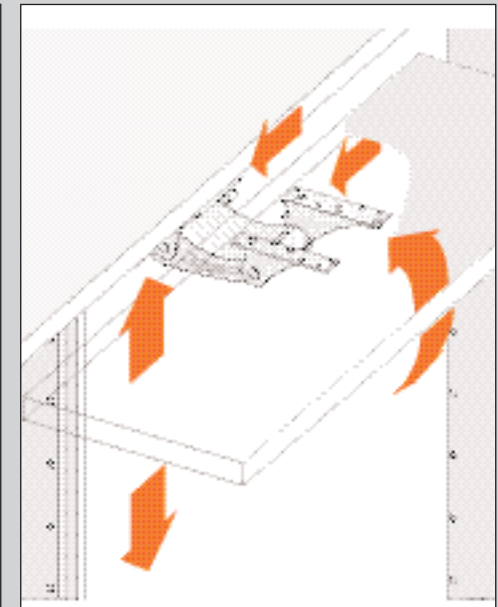

ABBILDUNG 79
1. Verstellen Sie den PC-Tastatur-Fachboden mit den 2 Drehknöpfen in die gewünschte Stellung (siehe Abb. 79).